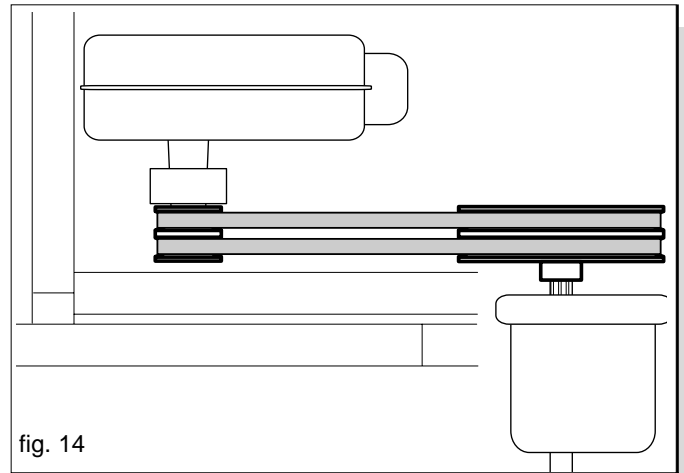

fig. 14
- 1) Die Riemen werden zwischen die an dem hinteren Leistungsabgreifpunkt der Egge und an dem Zentrifugalanschluss des Gebläses angebrachten Riemenscheiben eingelegt (Abb. 14).